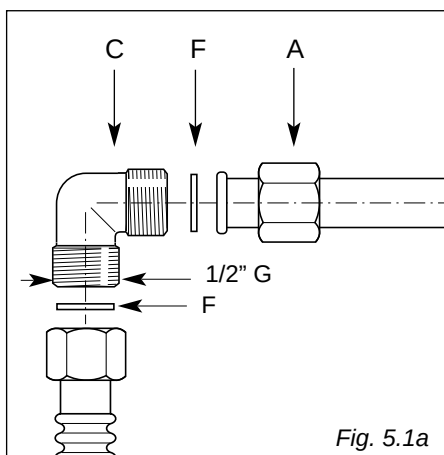

Fig. 5.1a
Le groupe raccordement (fig. 5.1a) se compose de:
- ✓ Les rondelles G (fig. 5.1a - 5.1b) sont les éléments de garantie de l'étanchéité du branchement au gaz. Il est conseillé de les remplacer lorsqu'ils présentent la moindre déformation ou imperfection.